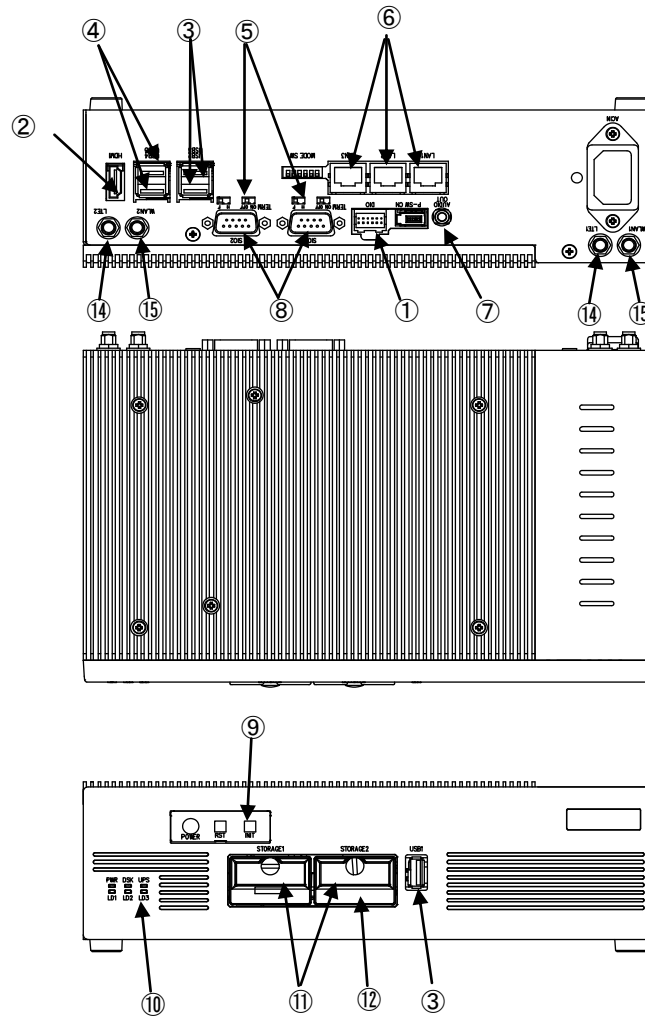

図 3-1-3. 外形図 (EC4A-100CA)
| COM1    | SI01 (図 3-1-3 ⑧)アプリケーションでシリアル通信に使用できます。シリアルポート設定スイッチと組込みシステム機能のシリアルコントロール機能を使用することで、RS-232C/422/485 を切替えることができます。 |
| COM2    | SI02 (図 3-1-3 ⑧)アプリケーションでシリアル通信に使用できます。シリアルポート設定スイッチと組込みシステム機能のシリアルコントロール機能を使用することで、RS-232C/422/485 を切替えることができます。 |
| イーサネット   | LAN1 (図 3-1-3 ⑥): 1000BASE Ethernet                                  |
| イーサネット 2 | LAN2 (図 3-1-3 ⑥): 1000BASE Ethernet                                  |
| イーサネット 3 | LAN3 (図 3-1-3 ⑥): 1000BASE Ethernet※EC4A-010CT では使用できません。 |